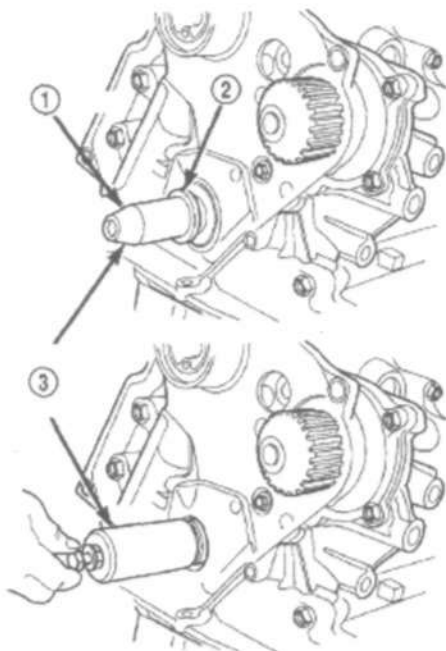

Рис. 95 Переднее уплотнение коленчатого вала - установка
- (3) Перед установкой залейте насос моторным маслом.
- (4) Отцентрировать плоскости ротора масляного насоса с плоскостями на коленчатом вале. Установите насос на блок цилиндров.
- (5) Установить новое уплотнение коленвала при помощи спец. приспособления 6780 (Рис. 95).